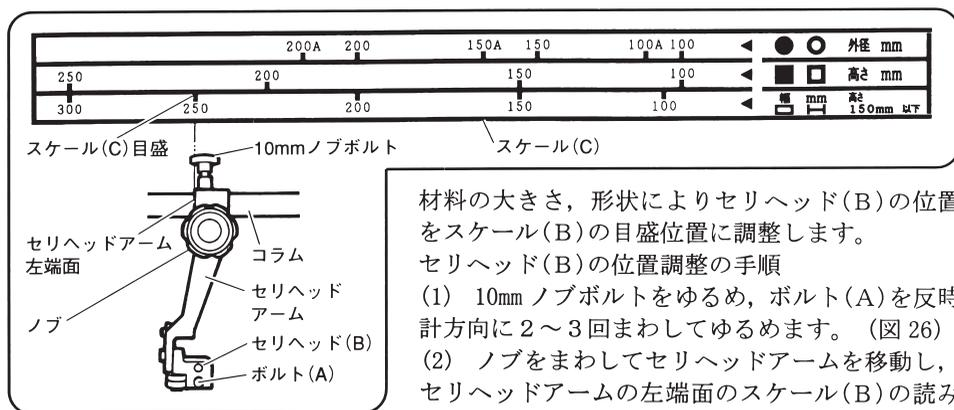

図 26
- (1) 10mm ノブボルトをゆるめ、ボルト(A)を反時計方向に2～3回まわしてゆるめます。(図 26)
- (2) ノブをまわしてセリヘッドアームを移動し、セリヘッドアームの左端面のスケール(B)の読みが、切断しようとする材料の形状、大きさになる位置に調整します。(図 26)
- (3) 位置調整後は、10mm ノブボルトを締付け、セリヘッドアームを固定します。
- (4) ボルト(A)を時計方向にまわし、セリヘッド(B)の側面に軽く突当たるまで締付けます。